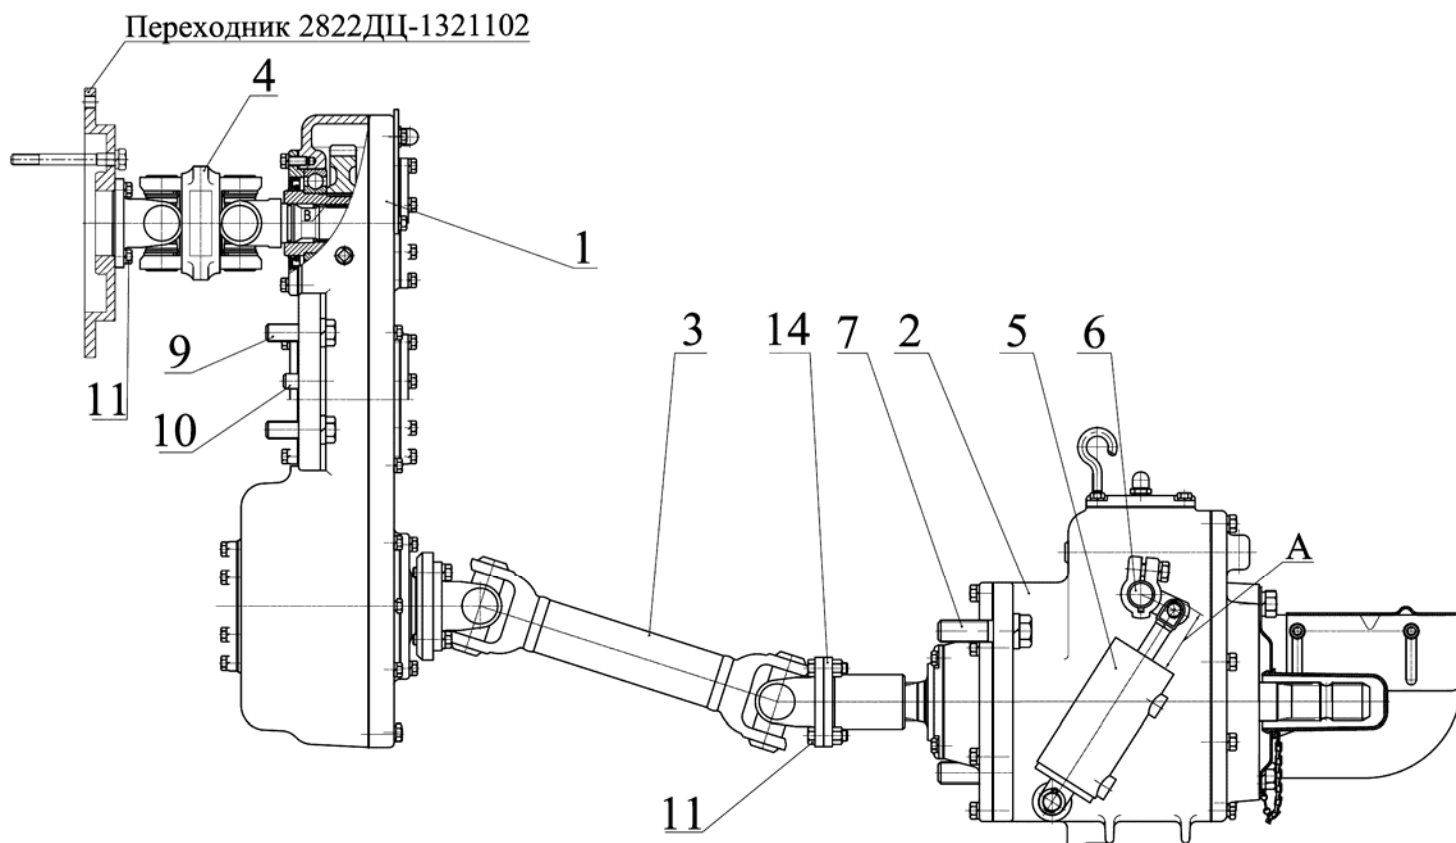
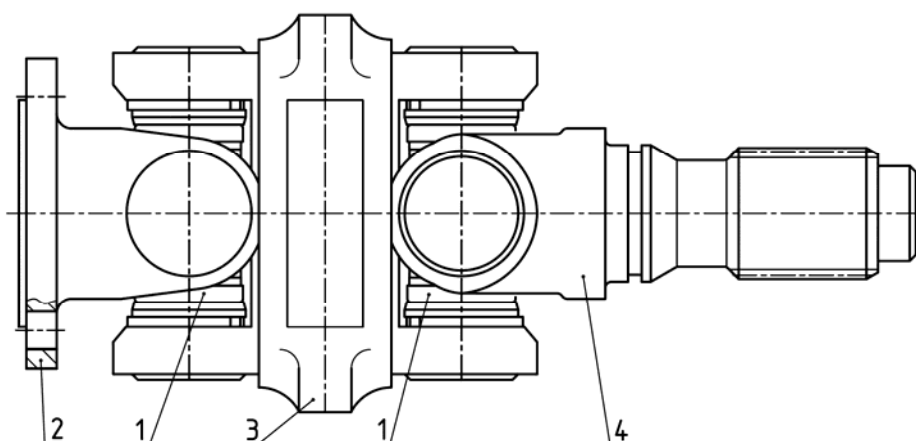
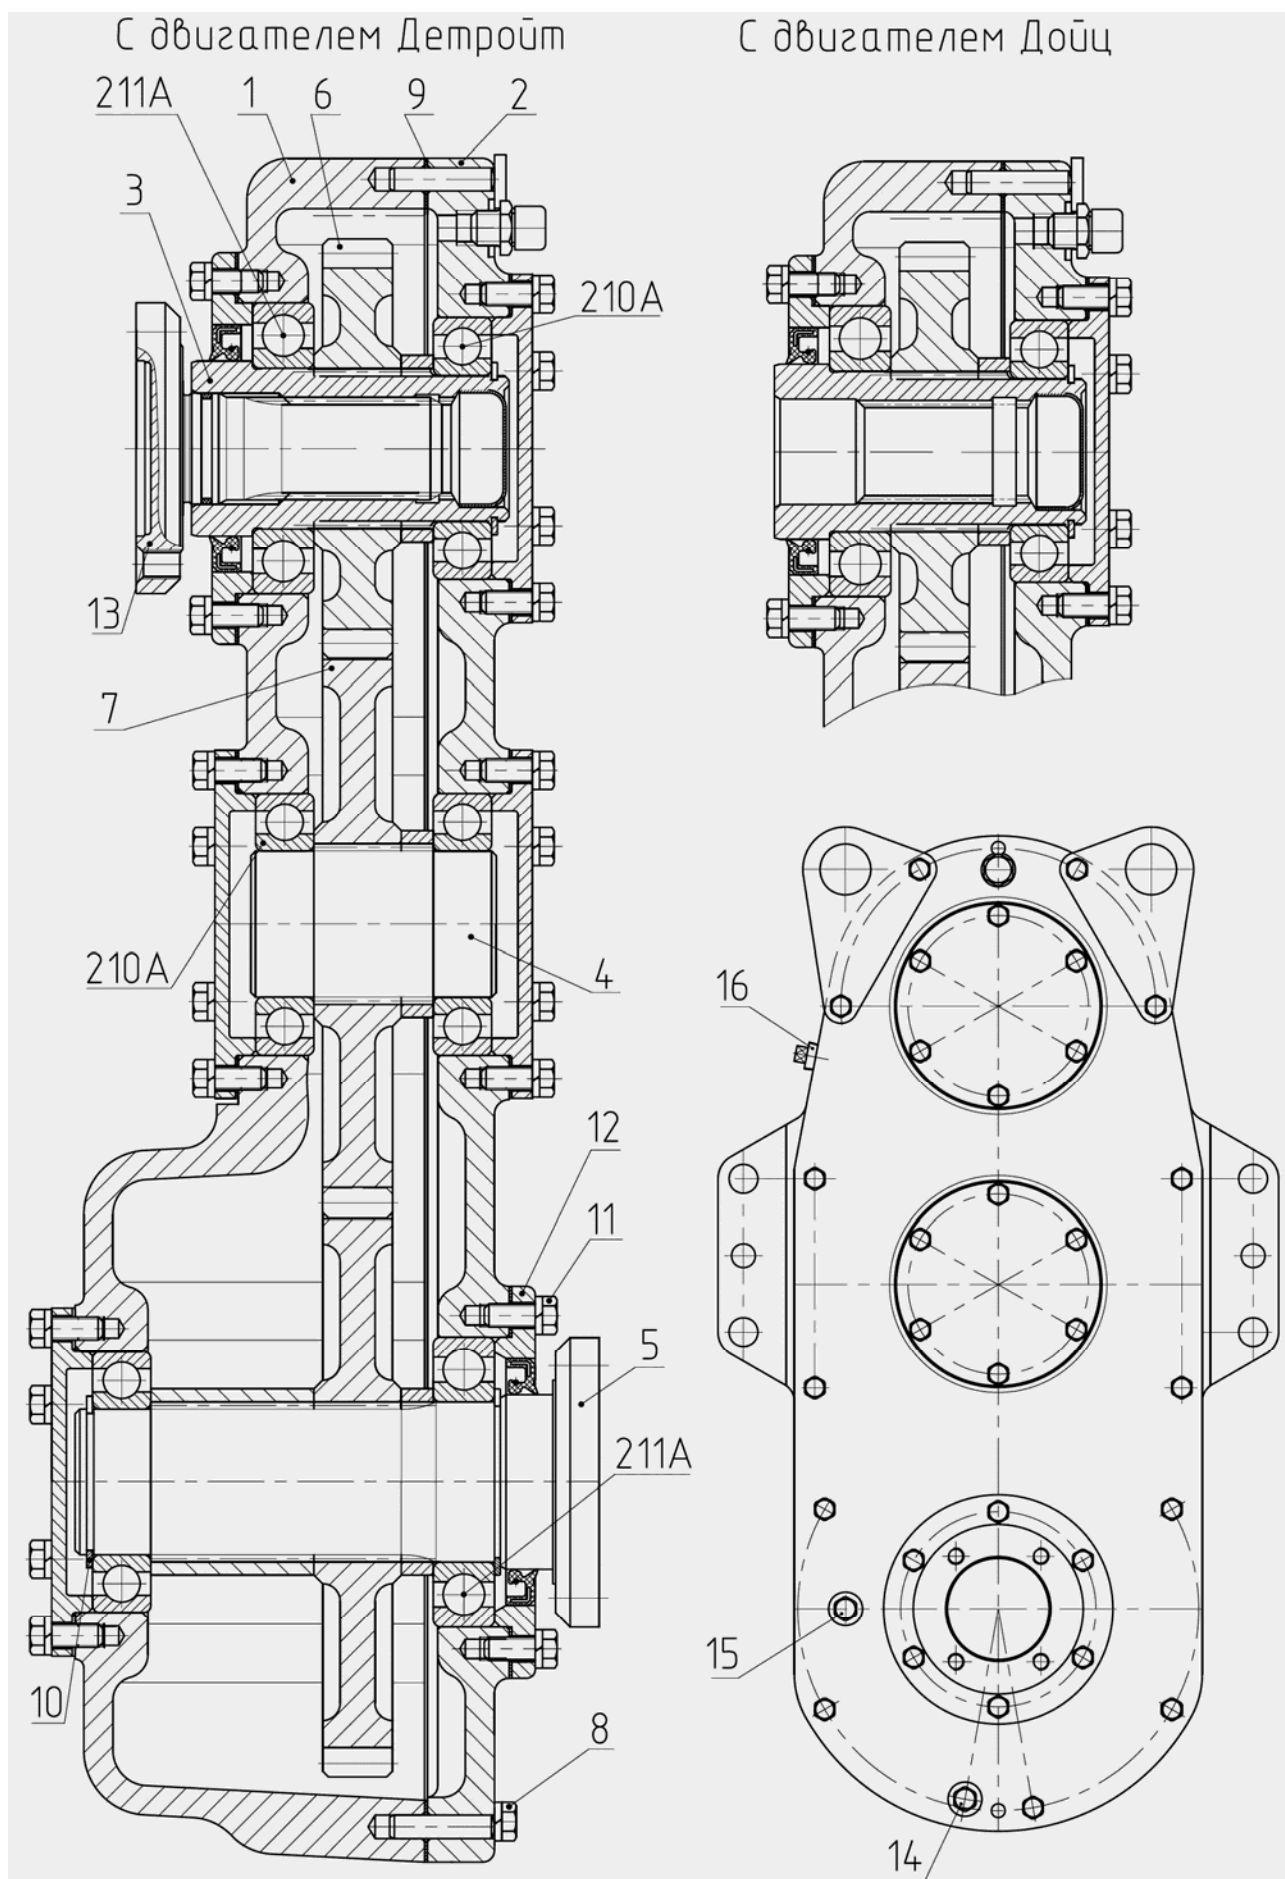

Рис.4.85 Привод ПВОМ от двигателя DEUTZ.
Рис.4.87 Сдвоенный шарнир двигателя DEUTZ.
Рис.4.88 Редуктор ПВОМ 2822-4209010 и 2822-ДЦ-4209010.
5.2) для трактора с двигателем DEUTZ, (рисунок 4.85), открутите четыре карданных болта (11) (M10x1), соединяющие сдвоенный шарнир (4) с переходником, а также ослабьте четыре болта (9) и отведите редуктор (1), вперёд, для свободного демонтажа вилки (4), (рисунок 4.87), сдвоенного шарнира из входного вала (3), (рисунок 4.88), редуктора;
2) для трактора с двигателем DEUTZ, (рисунок 4.87), предназначен для компенсации несоосности коленчатого вала дизеля и входного вала редуктора привода ВОМ и представляет собой неразъемное соединение, состоящее из двух крестовин (1), фланца (2), сдвоенной вилки (3) и вилки (4).
- 3.2) для трактора с двигателем DEUTZ, посредством вилки (4), (рисунок 4.87), с редуктором (1), (рисунок 4.85);
- 4) установите на кронштейне передней навески редуктор ВОМ (2), (рисунки 4.84 и 4.85), соединенный с редуктором (1) посредством карданного вала (3) и фланца (14);
- 5) подсоедините нагнетательный и сливной маслопроводы управления к гидроцилиндру (5), (рисунки 4.84 и 4.85).
Редуктор (1), (рисунки 4.84 и 4.85), ПВОМ состоит из корпуса (1), (рисунок 4.88), крышки (2), входного вала (3) (с фланцевым шлицевым валом (13) - с двигателем DETROIT DIESEL), промежуточного вала (4), выходного вала (5) и зубчатых колес (6) и (7);
- 1) открутите пробку (14), (рисунки 4.88), и слейте масло, из редуктора, в заранее подготовленную ёмкость;
- 2) открутите болты (8), (рисунок 4.88);
- 3) отсоедините крышку (2), (рисунок 4.88), от корпуса (1), не повредив прокладку (9);
- 4) извлеките входной вал (3), (рисунок 4.88) в сборе;
- 5) для двигателя DETROIT DIESEL: извлеките из входного вала (3), (рисунок 4.88), фланцевый шлицевой вал (13);
- 6) извлеките выходной вал (5), (рисунок 4.88), для чего:
- 6.1) снимите стопорное кольцо (10), (рисунок 4.88);
- 6.2) открутите болты (11), (рисунок 4.88), крепящие крышку (12) и выбейте вал (5) из крышки (12).
Входной и выходной валы редуктора установлены в двух шариковых подшипниках 210А и 211А. Промежуточный вал (4), (рисунок 4.88), установлен в двух подшипниках 210А.